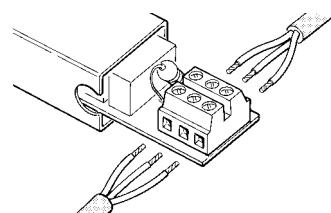

Fig. 5
- 7 Connecter les conducteurs aux bornes en respectant le schéma de la figure. 5.